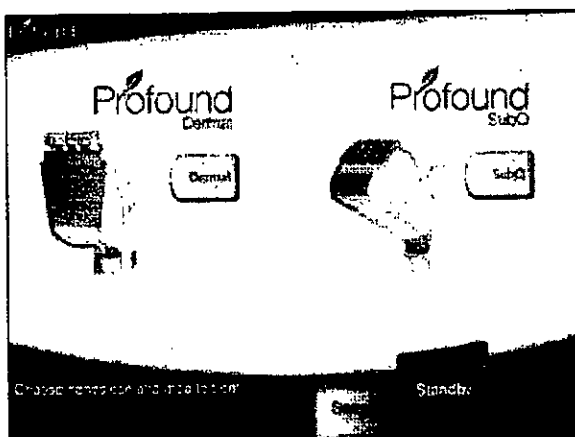

Figura 5-1: Pantalla de selección de pieza de mano
3. El sistema realizará una secuencia de guiado de la pieza de mano, durante la cual el LED situado en la parte superior de la pieza de mano parpadeará en una secuencia de luces azul, roja y verde. No interrumpa el movimiento de la patilla móvil de la pieza de mano-cartucho. Deje que se mueva libremente. Asegúrese de que no hay ningún cartucho acoplado a la pieza de mano para evitar lesiones o daños. Cuando termine correctamente esta rutina automática, aparecerá la pantalla **Handpiece Selection** (Selección de pieza de mano) (consulte la Figura 5-1).